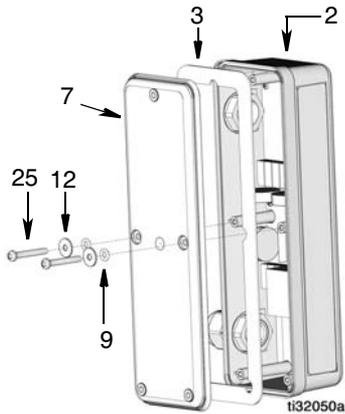

ABB. 38
7. Zwei O-Ringe (9), Scheiben (25) und Schrauben (12) zur Befestigung der Abdeckung am PLS-Elektronikgehäuse (2) anbringen (ABB. 38).